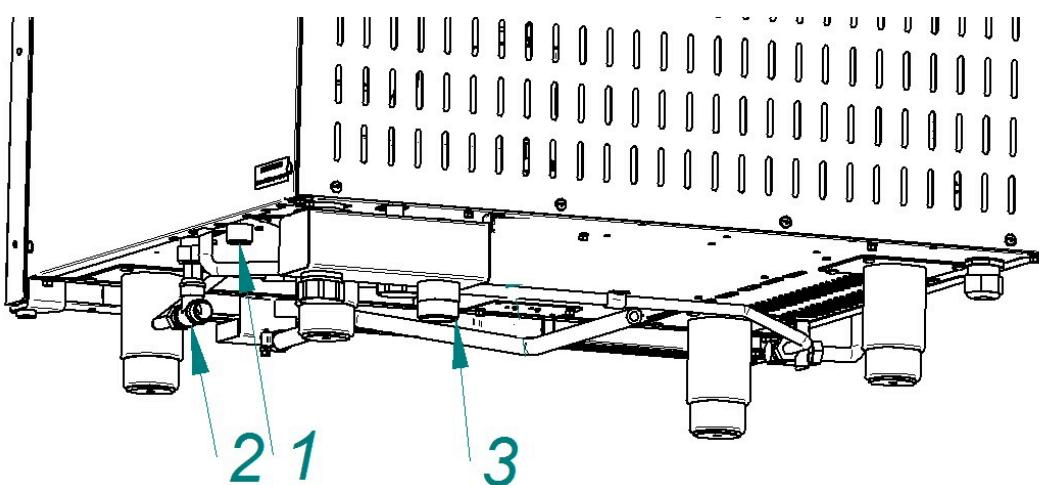

Рис. 4. Подключение к системе водоснабжения
- G3/4" (см. рис. 4 поз. 1 (наружная резьба)) – подача воды в духовку. Подключение выполнить только через водоумягчительную установку (водородно-ионного обмена). Рекомендуется использовать фильтр BRITA PURITY C300 Quell ST.
G1/2" (см. рис. 4 поз. 2 (наружная резьба)) – душевому устройству и охлаждение коробки слива. Допускается подключать к неподготовленной воде
- используя шланг из комплекта поставки, подключить пароконвектомат к системе канализации (см. рис. 11). Шланг подключить через штуцер с резьбой G1¼" (рис.4 поз.3). Подключение к канализации выполнить с разрывом струи не менее 20мм от верха приемной воронки (СНиП 2.04.01-85 п. 17.11).